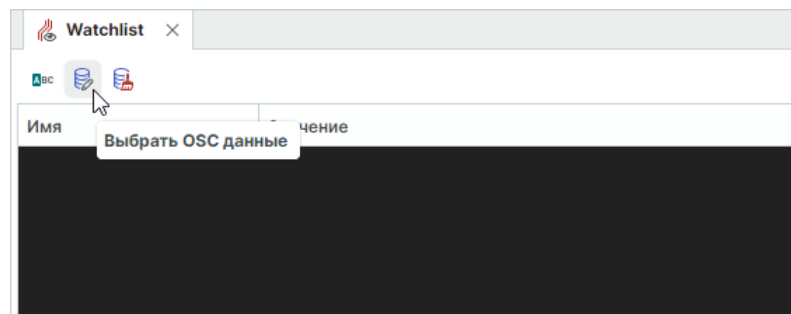

Рис. 43 Расположение кнопки «Выбрать OSC данные»
1. В окне списка наблюдений на панели инструментов нажмите  для выбора данных, см. Рис. 43.